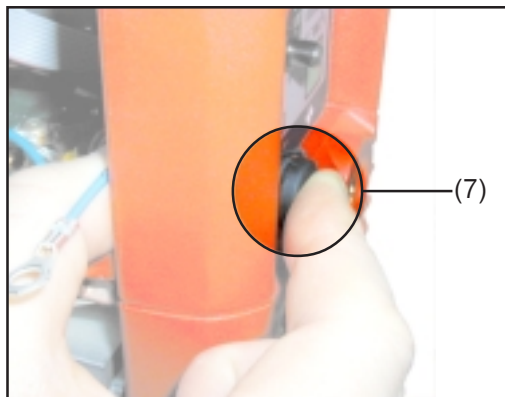

Abb. 10
- TP 1500 RC / 1500 TIG: Dichtung für Anschlussbuchse Fernbedienung (7) dünn mit Gleitmittel benetzen (Abb. 10)
- TP 1500 RC / 1500 TIG: leichten Druck auf die Dichtung für Anschlussbuchse Fernbedienung (7) ausüben, um deren Austritt beim Andrücken des Prints FPA15 zu verhindern
- Print FPA15 (5) zuerst am hinteren Fixierstift einrasten lassen